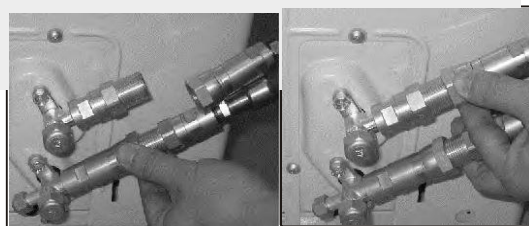

Fig.6.3
3. Alinee correctamente los tubos refrigerantes de manera que estén en línea con las válvulas y no estén tensos. Coloque el conector de rosca en la línea refrigerante justo sobre la rosca de la unidad exterior y apriete los primeros hilos con la mano, Fig.6.3.